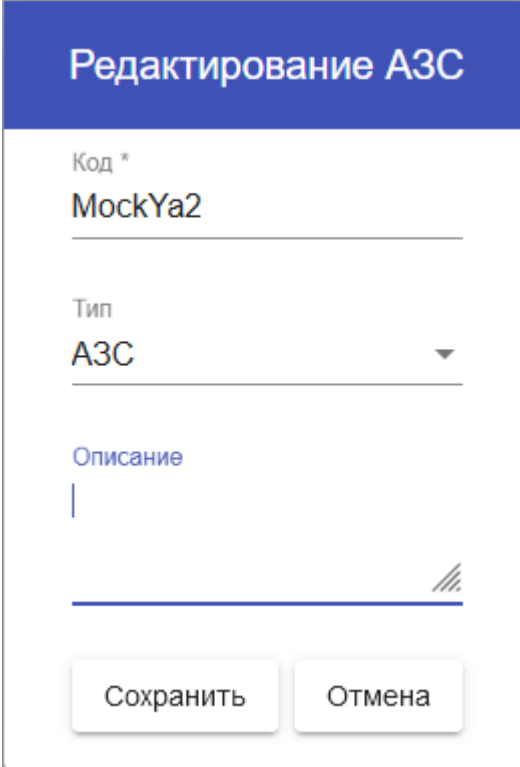

Рисунок 123.
4. В появившемся окне (рисунок 123) заполните поля: